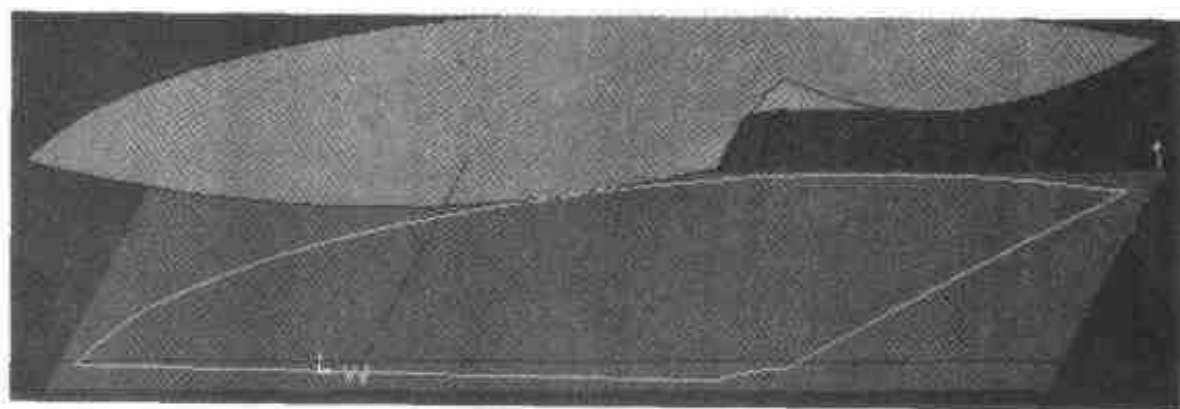

图 2.119 经过修剪得到封闭轮廓线
- (5) 将最先得到的 4 条投影线删除, 由于平移线发生两两相交, 所以用裁剪工具把多余线段剪掉, 结果如图 2.119 所示。